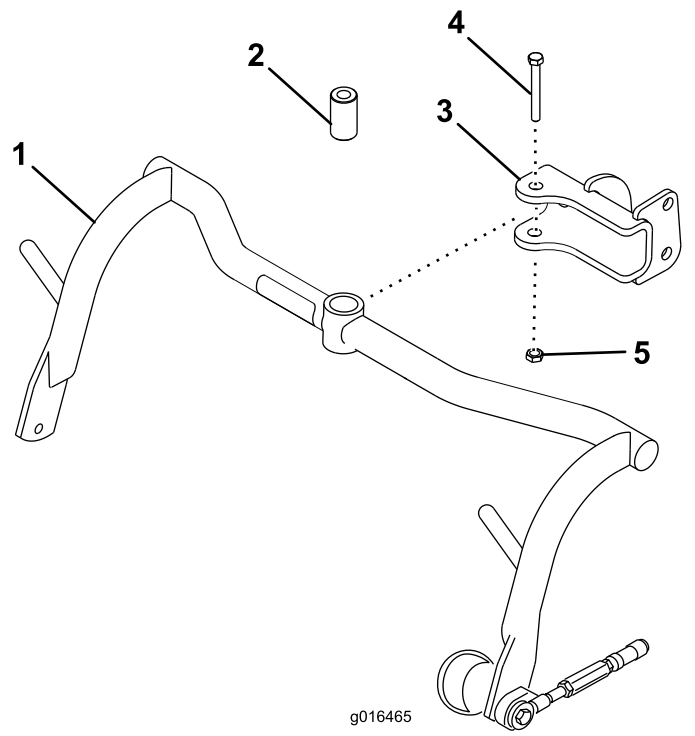

Bild 8
1. Befestigen Sie einen Trägerrahmen mit einem Distanzstück, einer Schraube ($\frac{1}{2}$ " x $3\frac{1}{4}$ "") und einer Sicherungsmutter ($\frac{1}{2}$ "") an jeder Lastöse, siehe Bild 8. Ziehen Sie diese auf ein Drehmoment von 91 bis 113 N·m fest.